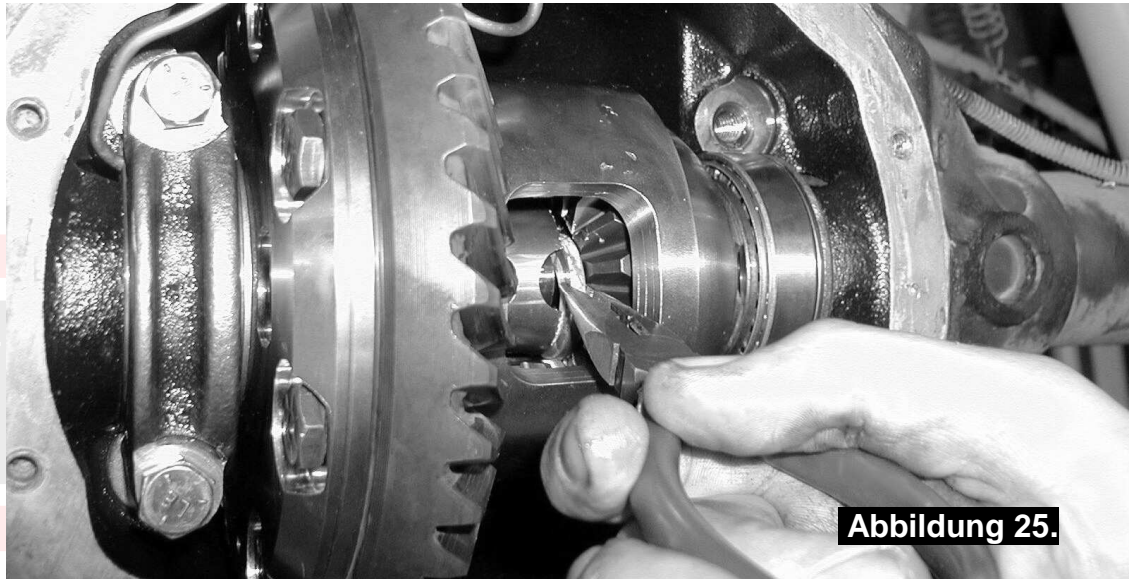

Abbildung 25.
- Mit einer Spitzzange setzen Sie einen der C-Clips in die vorgesehene Kerbe der Achswelle. Schieben Sie sie ihn dafür zwischen dem Centerblock/Spinnenblock und dem Achswellenrad (s. Abb. 25).